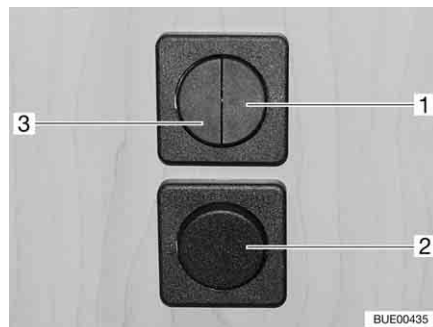
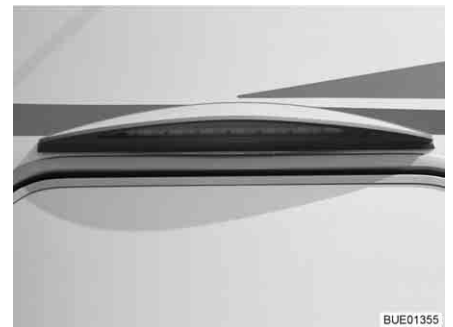

Fig. 40 Interruptores de luz
Fig. 41 Lámpara del toldo
- Luz para el grupo de asientos (Fig. 40,1)
- Lámpara del toldo (Fig. 40,2 y Fig. 40,3)
- ▷ En modelos sin el interruptor (Fig. 40,2), la lámpara del toldo (Fig. 41) se conecta y desconecta con el interruptor basculante (Fig. 40,3).